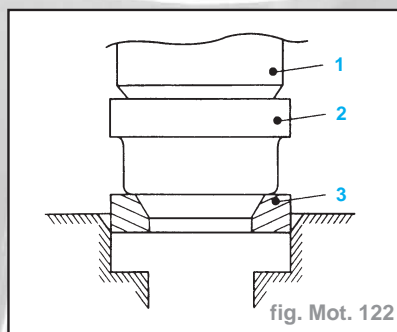

fig. Mot. 122
- Reposer l'insert de siège de soupape (3) dans l'évidement de la culasse, utiliser une presse plieuse (1) et un adaptateur (2) approprié (fig. Mot. 122).